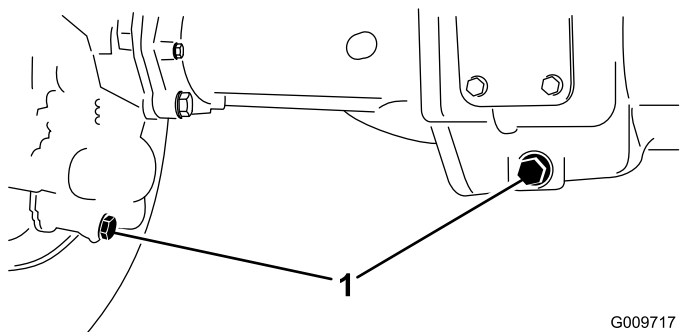

図 85
2. ドレンプラグそれぞれの端部に1本ずつ、中央に1本全部で3本の周囲をきれいにする 図 85。